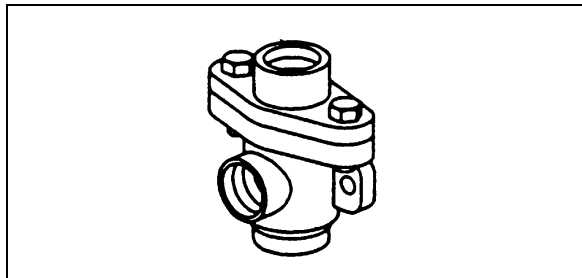

FIGURE 20 : DC-4
À chaque remplacement de plaquette, vérifier si l'étrier fonctionne sans à-coups sur toute sa plage de déplacement. Si l'étrier présente les signes suivants, remplacer le manchon de guidage (6c, fig. 20), la goupille de guidage, la vis (39) et le capuchon.